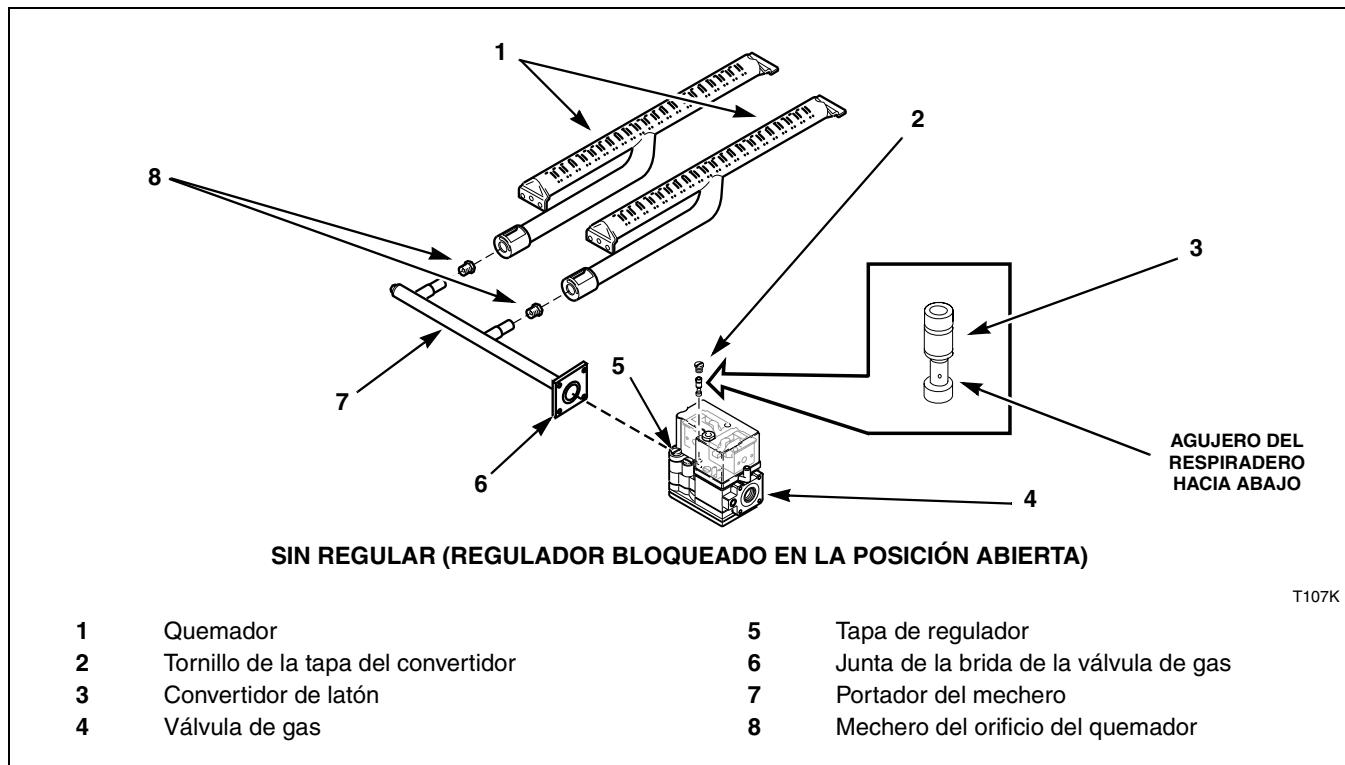
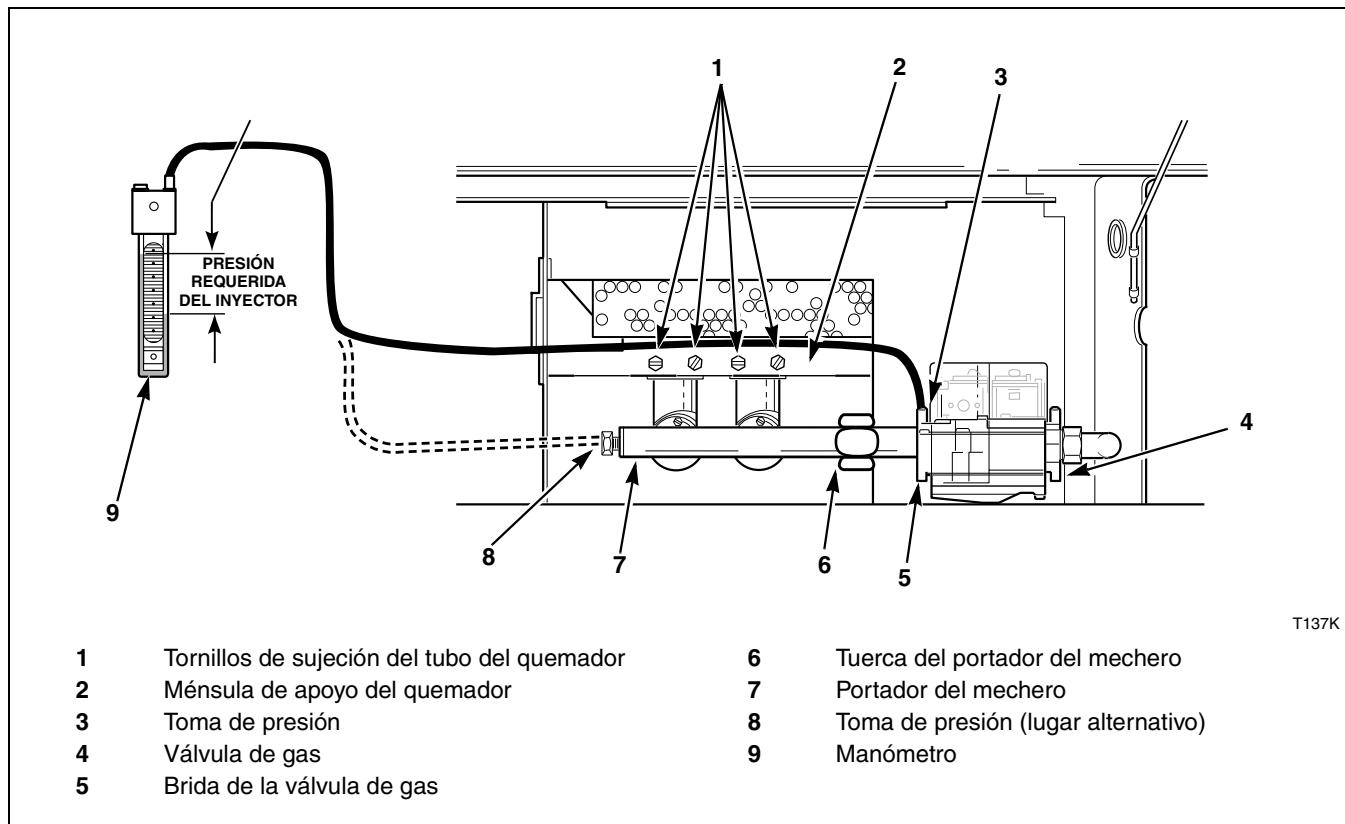

Figura 4
Figura 5
b. Quite el tornillo de la tapa del convertidor. Invierta la posición del convertidor de latón e instale con el agujero del respiradero hacia abajo. Vuelva a instalar el tornillo de la tapa del convertidor. Consulte la *Figura 4*.
- a. **Válvula de gas B-M (modelos de 120 libras)** – Use una llave Allen de 4 mm para quitar los cuatro tornillos que sujetan la brida del mechero a la válvula de gas. Quite los orificios del quemador del mechero. Consulte la *Figura 4*.
- b. **Válvula de gas Johnson GM2000 (modelos de 170 libras)** – Use una llave Allen de 5 mm para quitar los cuatro tornillos que sujetan la brida del mechero a la válvula de gas. Quite los orificios del quemador del mechero. Consulte la *Figura 4*. Al pasar de gas natural a gas LP, se debe quitar el quemador e inyector más a la izquierda (visto desde delante). En lugar del inyector quitado, se deben instalar un inyector en blanco (Pieza No. M400995) y una tapa de abertura del quemador (Pieza No. M413099)
4. Vuelva a instalar el conjunto de portador de mechero en la válvula de gas, asegurándose de que los orificios estén alineados con la abertura del tubo del quemador, y la empaquetadura de la brida esté colocada en la muesca de la brida. Consulte la *Figura 4* o la *Figura 5*.
1. Compruebe la presión del inyector (múltiple) de gas de la forma siguiente. Consulte la *Figura 5*.